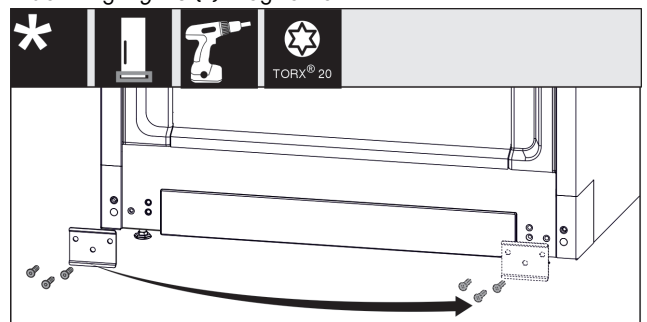

Fig. 16
- ▶ Plaat Fig. 16 (1) losschroeven, op de andere zijde plaatsen en weer vastschroeven.